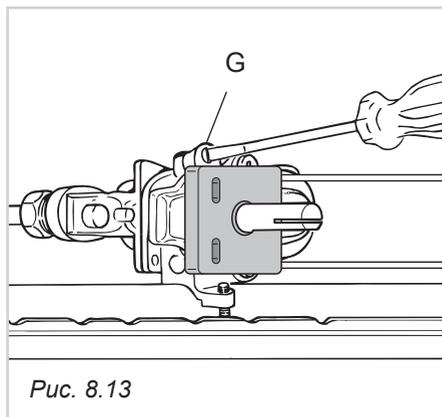

Рис. 8.13
- Снимите ручку термостата и, вставив отвертку под винт с плоской головкой в отверстие на передней поверхности, ослабьте приблизительно на один оборот винт байпаса **G** (Рис. 8.13).
- Медленно затяните винт байпаса **G** (Рис. 8.13), так чтобы длина пламени была 3-4 мм.